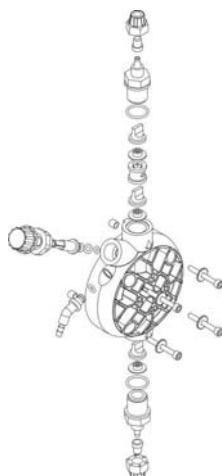

Fig. 10
3. Elimine todo el líquido presente en el cuerpo de la bomba, desmontado y volviendo a montar el cuerpo de la bomba con los cuatro tornillos de sujeción (Fig. 10).
2. Revise el funcionamiento de la bomba al menos cada 6 meses, así como la posición de los tornillos y de las juntas de impermeabilización. El control debe ser efectuado con más frecuencia en líquidos agresivos, prestando especial atención en la concentración de aditivo en la instalación. Su reducción podría ser debida al desgaste de las válvulas (en tal caso se deben sustituir siguiendo los pasos de la Fig.10) o al atasco del filtro, que se debe limpiar como se indica en el punto 3.
2. Como medida de prevención, saque toda el agua restante en el cuerpo de la bomba (si se mezclará con el ácido sulfúrico generaría una gran cantidad de gas con el consiguiente recalentamiento de la zona e cuestión acarreando daños a la válvula y al cuerpo de la bomba). También se puede efectuar esta operación de la forma siguiente: una vez la bomba está desconectada de la instalación, sujetela boca abajo por unos pocos segundos (15-30) sin que los tubos estén conectados a los empalmes. Si resulta imposible, desmontar y volver a montar el cuerpo de la bomba (Fig.10) utilizando los cuatro tornillos de fijación.